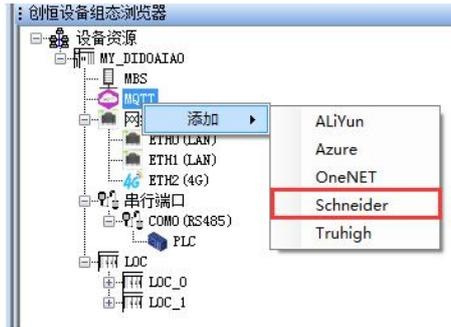

图 5-4-1
1. 首先，添加 MQTT 类型。右键点击 MQTT 在弹出的界面中依次选择“添加 MQTT”，选择 Schneider，如图 5-4-1。